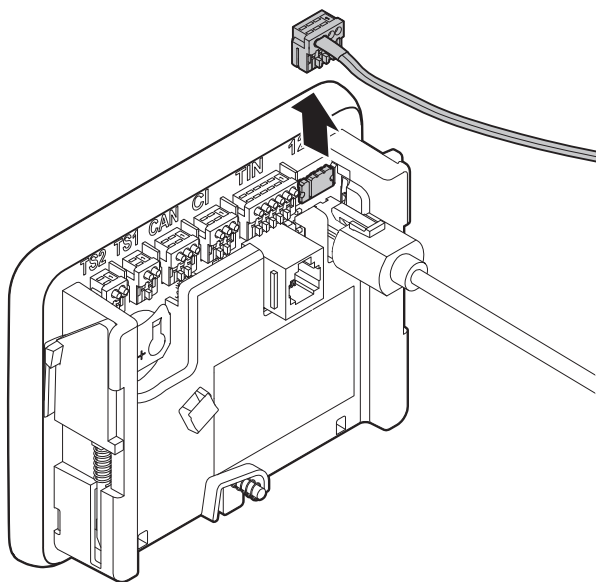

Fig. 7
- Desenchufe con cuidado el cable conector (Fig. 7) del panel hacia arriba.